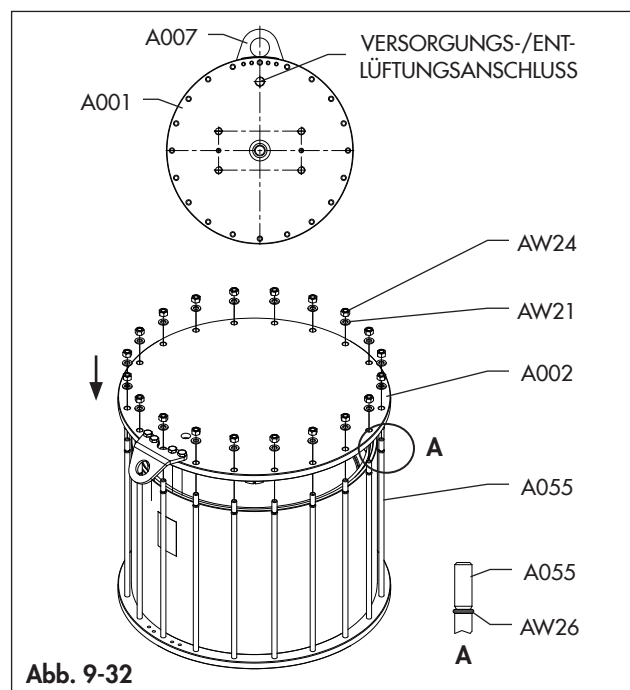

Abb. 9-32
- Setzen Sie den Flansch (A002) auf und achten Sie dabei auf die korrekte Ausrichtung der Löcher für die Zugstangen (A055) und richten Sie die Hebevorrichtung (A007) in Bezug auf den Flansch (A001) gemäß Abb. 9-32 aus. Achten Sie darauf, die Zugstangen-O-Ringe (AW26) beim Einrasten des Flansches (A002) in die Zugstangen (A055) nicht zu beschädigen.